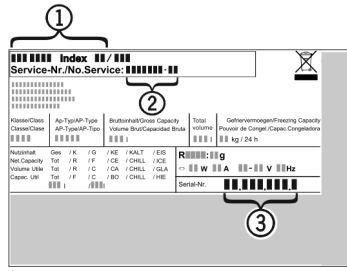

Fig. 7
- ▶ A készülék megnevezését Fig. 7 (1), a szerviz- Fig. 7 (2) és sorozatszámot Fig. 7 (3) a típus-tábláról olvassa le. A típustábla a készülék belsejében baloldalon található.
- ▶ Értesítse a vevőszolgálatot a hibáról, és adja meg nekik a készülék megnevezését Fig. 7 (1), a szerviz- Fig. 7 (2) és a sorozatszámot Fig. 7 (3).